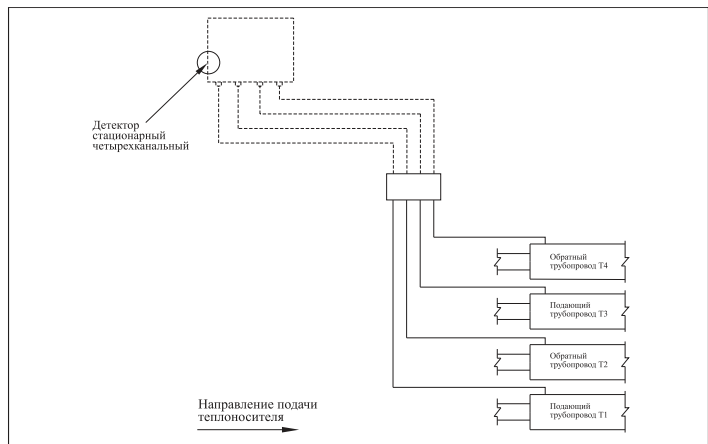

Рис. 6 Подключение стационарного четырехканального детектора
1.2. Подключение стационарного четырехканального детектора. **Рис. 6, 11***